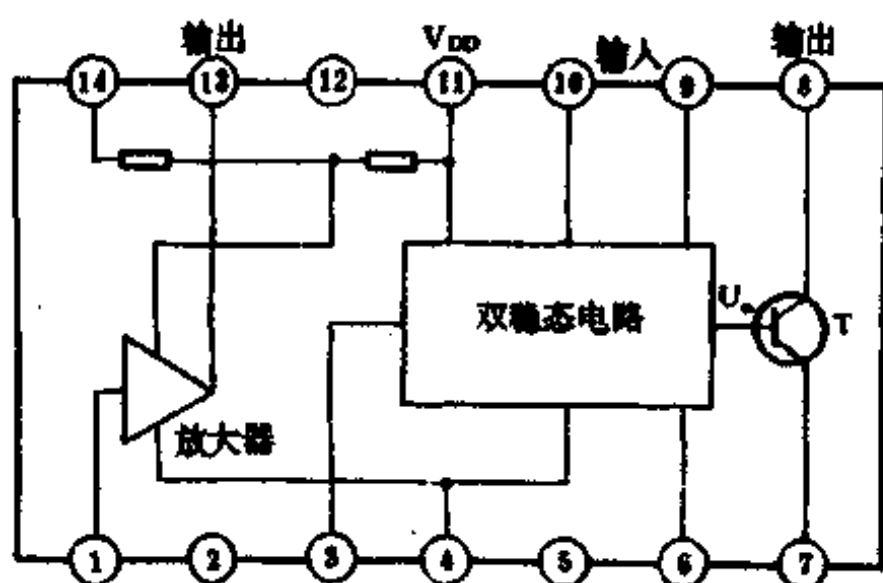

图 1-165 (SL517A 集成电路的内部原理及引脚功能)
由放大器、双稳态触发器、缓冲驱动器等单元电路组成(如图 1-165 所示)。设原先 SL517A 的⑧脚为高电位,继电器 J 处于释放状态,常开触点 J_s 处在断开位置,插座 X 内无 220V 交流电输出。如果此时按一下发射器遥控按键 S,由晶体管 BG1、电感线圈 L1、电容 C2 等组成的电路对发射来的脉冲信号进行放大,放大后的电信号由电容器 C4 耦合至 SL517A 的输入端①脚,经内部的放大器作再次放大,由③脚输出经电容器 C6、C7 耦合至内部双稳态触发电路的输入端⑨脚和⑩脚,使其发生翻转,其输出端 U0 变为高电位,缓冲驱动管 T 导通,⑧脚变为低电位,继电器 J 得电吸合,触点 J_s 闭合,插座 X 对外供电,此时插在 X 里的电器便开机工作。如果再按一下发射器遥控按键 S,接收器收到后,SL517A 的⑧脚就会翻转为高电位,继电器 J 失电释放,触点 J_s 断开,插座 X 停止对外供电,插在 X 里的电器就关机停止工作。